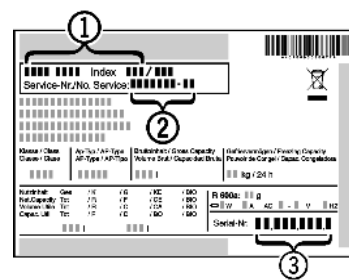

Fig. 9
- Наименование устройства *Fig. 9 (1)*, сервисный № *Fig. 9 (2)* и серийный № *Fig. 9 (3)* считайте с заводской таблички. Заводская табличка находится внутри устройства слева.
- Обратитесь в сервисную службу и сообщите вид неисправности, наименование устройства *Fig. 9 (1)*, сервисный № *Fig. 9 (2)* и серийный № *Fig. 9 (3)*.